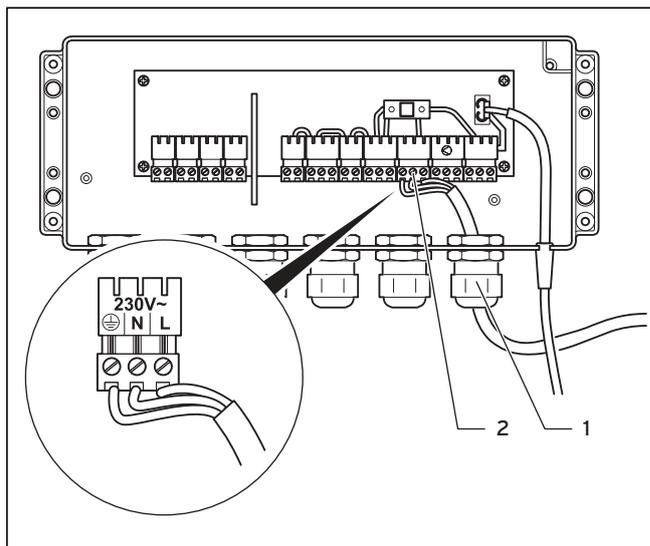

Abb. 5.12 Anschluss der Netzzuleitung
- Verlegen Sie die Netzzuleitung zur Anschlussebene im Schaltkasten wie in Abb. 5.12 gezeigt.
- Ziehen Sie die Kabelverschraubung (1) an, um eine Zugentlastung und den Spritzwasserschutz zu gewährleisten.
- Klemmen Sie die Netzzuleitung an den dafür vorgesehenen Klemmen (⊕, N und L des System ProE an (2).